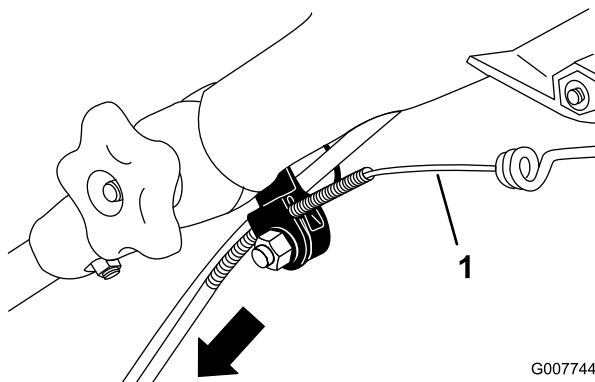

Bild 46
3. Ziehen Sie den Kabelmantel nach unten, bis der freigelegte Zug kein Spiel mehr hat (Bild 46).